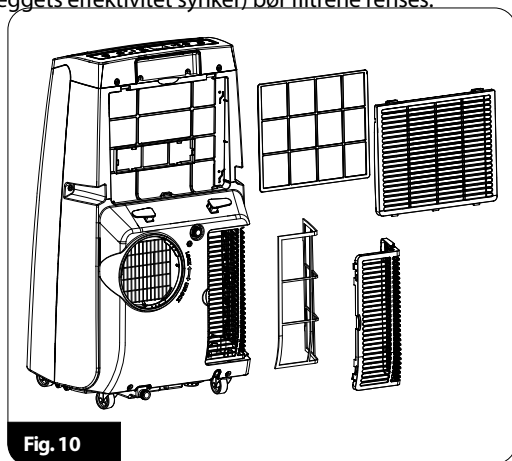

Fig. 10
1. Løft av inntaksgitterene og ta ut filtrene (fig.10) ved å forsiktig lirke i låsene. Hvis en ikke er forsiktig her an det skade enheten.